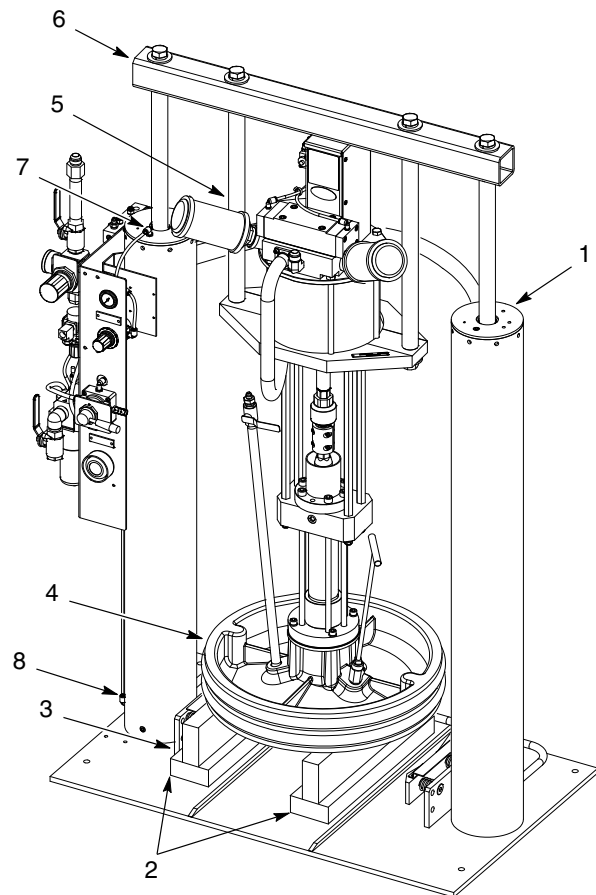

Figura 1 Bloquear a placa seguidora
1. Consulte a figura 1. Utilize os blocos (2) para bloquear a placa seguidora (4) a uma altura suficiente para evitar que ela entre em contacto com as sapatas de fixação do bidão (3). Verifique se a placa seguidora/o conjunto do motor pneumático estão fixos para evitar que tombem.
2. Remova todo e qualquer dispositivo que esteja montado no topo das cabeças dos cilindros (1), varas de suporte (5) e travessa (6).